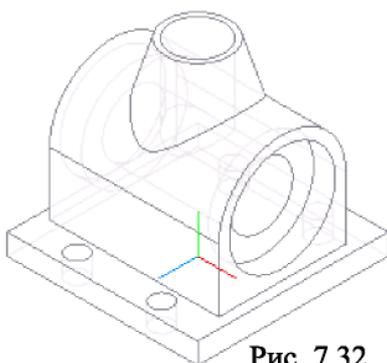

Рис. 7.32
13. Для создания симметричного углубления воспользуемся инструментом  Зеркальный массив. В качестве входных параметров операции последовательно указываем в Дереве построений последнюю операцию выдавливания и координатную плоскость YZ (рис. 7.32).